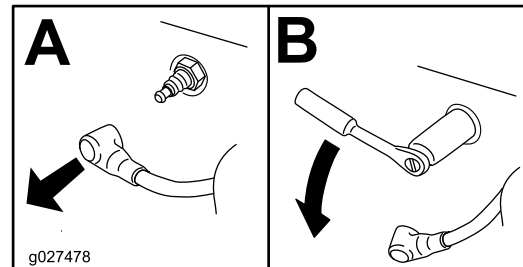

Figura 35
4. Retire la bujía (Figura 35).